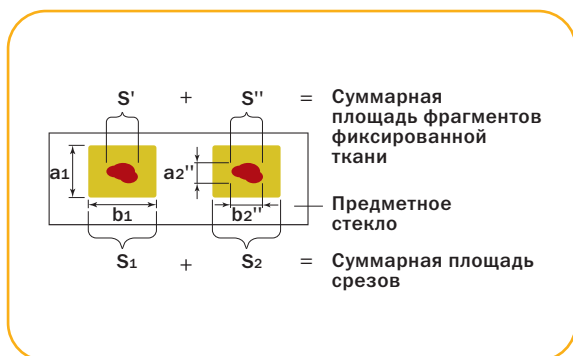

Рисунок 2 – схема срезов с FFPE-блока.
- Суммарная площадь фрагментов фиксированной ткани от 2 см² (см. Рисунок 2).